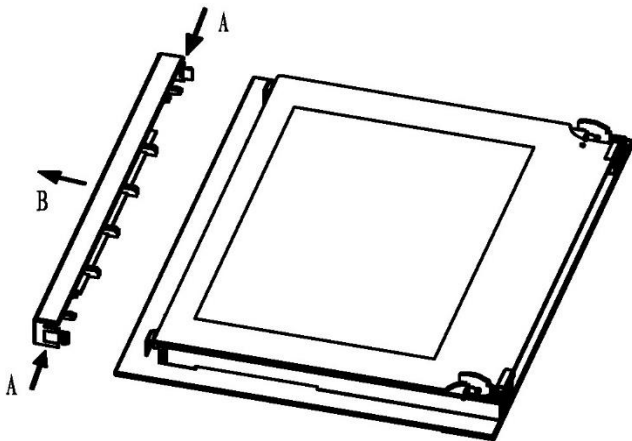

Fig. 1
1. Pressione o botão no lado esquerdo e direito da porta, tire a calha superior. (Fig.1)